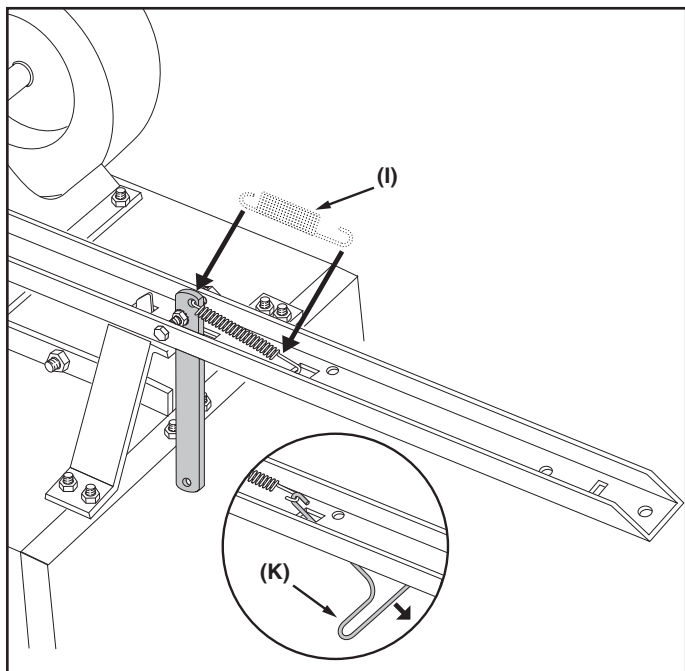

FIGURA 18
PASO 18: (VEA LA FIGURA 18)
- Fije el resorte de extensión (I) al soporte del seguro del pestillo insertando un extremo en el orificio del soporte. Usando la herramienta para jalar resortes (K), fije el otro extremo del resorte de extensión (I) al orificio cuadrado de la lanza del eje de 5/8", como se muestra en la figura 18.